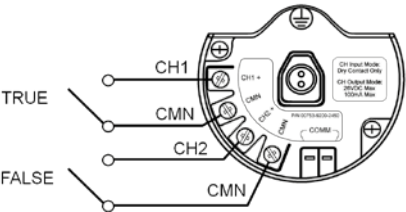

Рис.5.
- Два входа, логическая схема с предельными контактами. Два однополярных переключателя (рис.5).